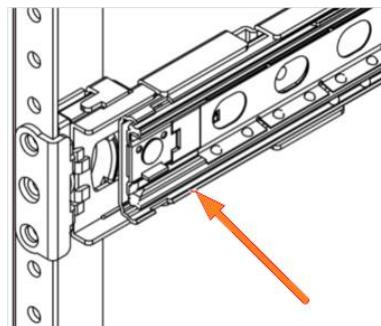

Рисунок 119 - Собранный передний кронштейн
- 4) Нажать на собранный передний кронштейн на стойке (см. Рисунок 119).